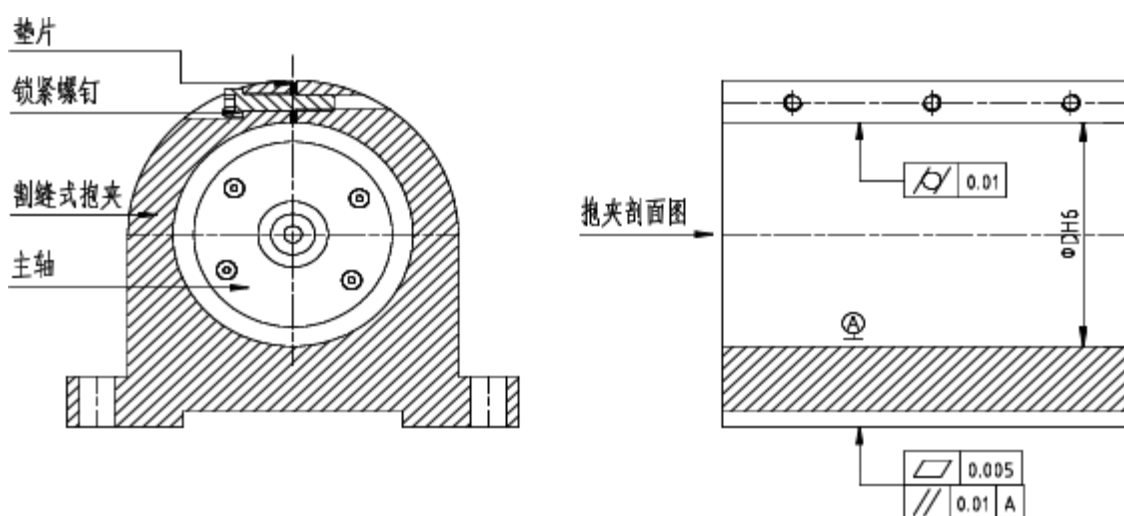

图4.4 割缝式抱夹安装示意图
- 3) 推荐使用带防护垫片的割缝式抱夹装置，如图4.4 所示。